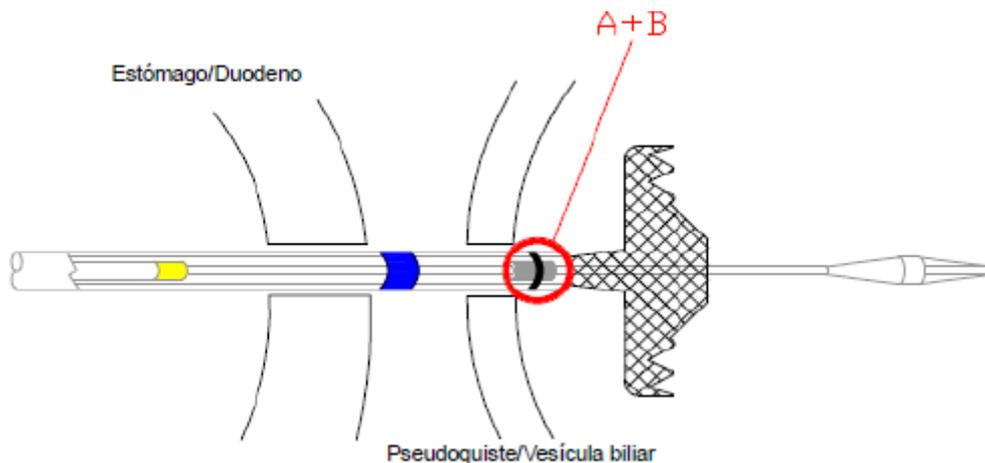

Figura 3- Introducción del sistema de introducción por electrocauterización
- a) Con guía fluoroscópica y endoscópica, introduzca el sistema de introducción por electrocauterización [HDS-10]. El marcador de rayos X interior ('A' en la figura 3) debe atravesar la pared del pseudoquiste o vesícula biliar.